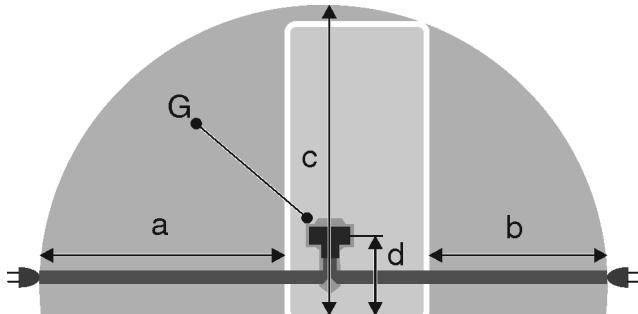

Fig. 23 Холодильники / морозильні камери / повнорозмірні прилади BioFresh
- Розетка лежить не за пристроєм, а в зонах a або b Fig. 23 (a, b, c).
- Встановіть штекер пристрою Fig. 23 (G) на задній стороні пристрію. Слідкуйте за правильною фіксацією.